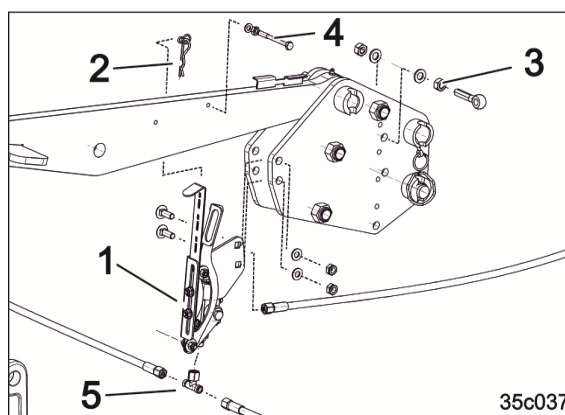

Fig. 89
6. Separați furtunul hidraulic de la piesa de racordare T montată (Fig. 89/5).
7. Înșurubați suportul premontat al supapei (Fig. 89/1).
8. Racordați furtunurile hidraulice cu noua piesă de racordare T la supapa (Fig. 89/5).
9. Fixați al doilea cablu de tragere cu urechea cablului la cârligul de remorcă (Fig. 89/2).
10. Montați șurubul cu ochi ca ghidaj al cablului (Fig. 89/3).
11. Montați șurubul de acționare la bara superioară (Fig. 89/4).